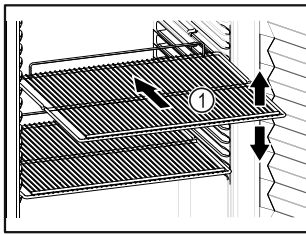

Fig. 61 Ενδεικτική απεικόνιση
- ❑ Εάν τα ράφια Fig. 61 (1) είναι ρυθμιζόμενα, προσαρμόστε τα ανάλογα με το ύψος.